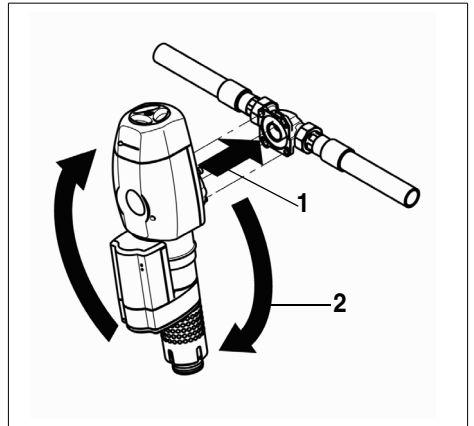

Abb. 4: Montage JUKO-EC-AT
- Die Köpfe der vier Flanschschrauben M6 x 25 in die Bajonettbohrungen am Einbaudrehflansch stecken (siehe Abb. 4).
- Die Automatik-Hauswasserstation im Uhrzeigersinn bis zum Anschlag drehen (siehe Abb. 4).